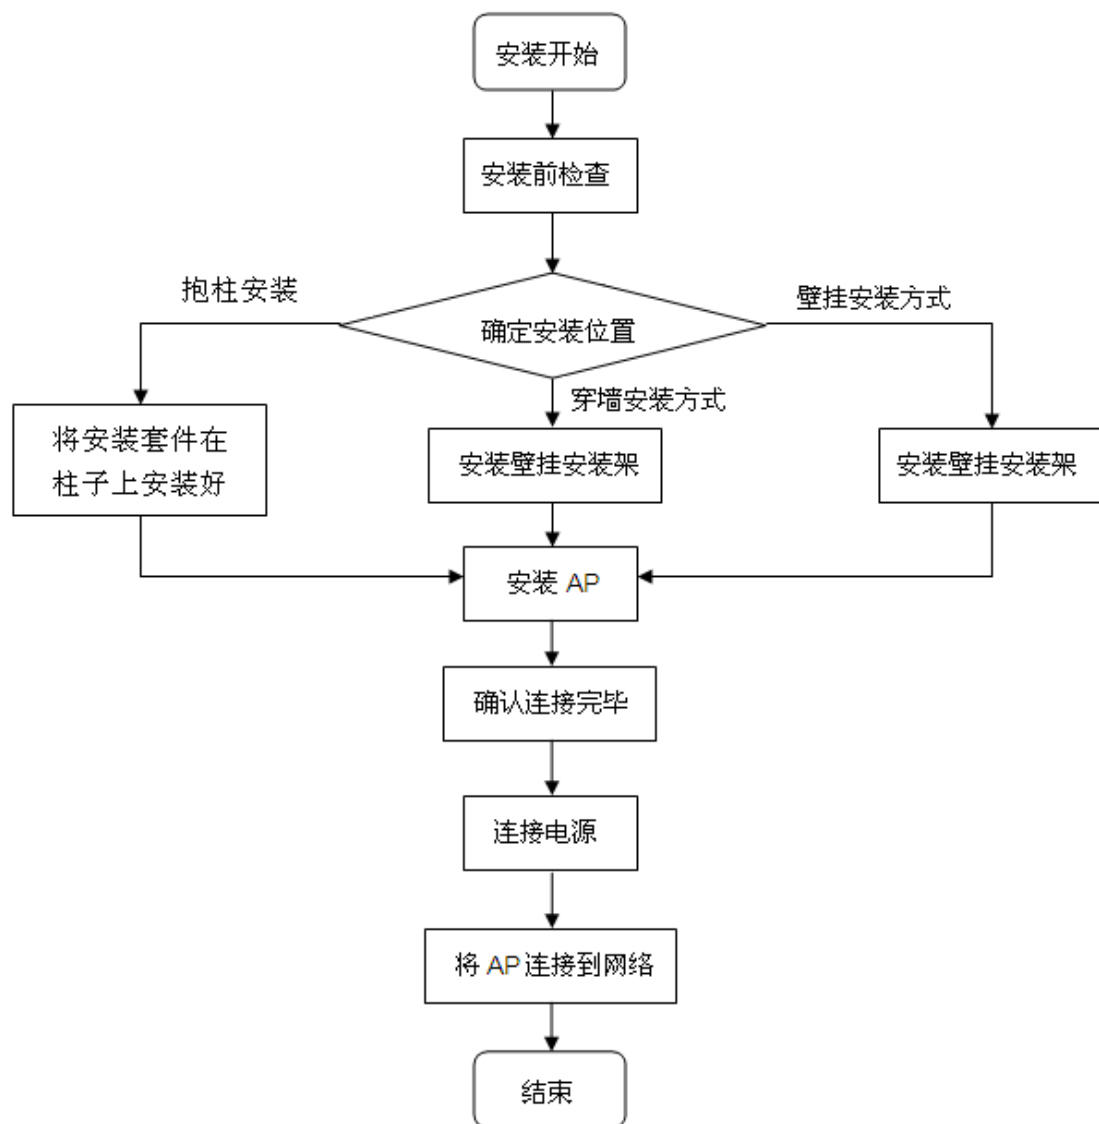

图 3-1 AP 设备安装流程图
1. 参考图 3-1，先将底板安装在 DCWL-7962OT(R5)底部上。